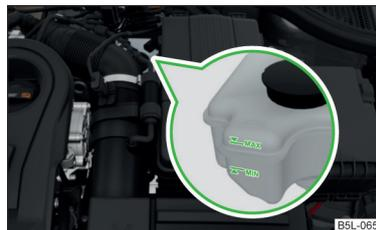

Fig. 162
- Si el nivel de líquido desciende por debajo de la marca MIN » fig. 162 de la página 220, **no** siga conduciendo. ¡Existe peligro de accidente! Recorra a la asistencia de un taller especializado.
El depósito de líquido de frenos del sistema se encuentra en el vano motor » fig. 162.
- Compruebe el nivel de líquido de frenos en el depósito » fig. 162.